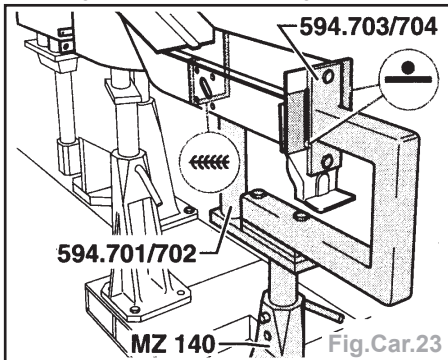

Fig.Car.23
- Effectuer la soudure en bord à bord de la zone d'accostage en cordon continu sous gaz de protection (Fig.Car.23).